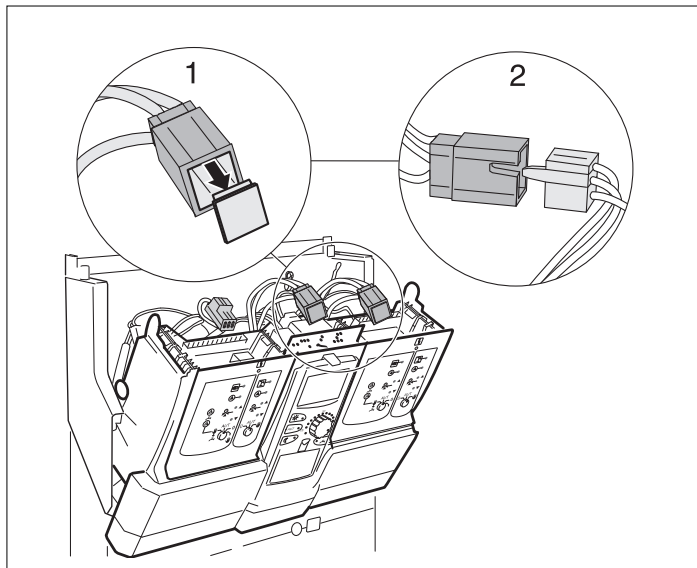

Рис. 8 Подключение разъема 2 к электросети
- Удалите заглушку (→ Рис. 8, [1]) трехполюсного штекера (на жгute проводов).
- Вставьте соединительный штекер (230 В) модуля в трехполюсный штекер (→ Рис. 8, [2]).